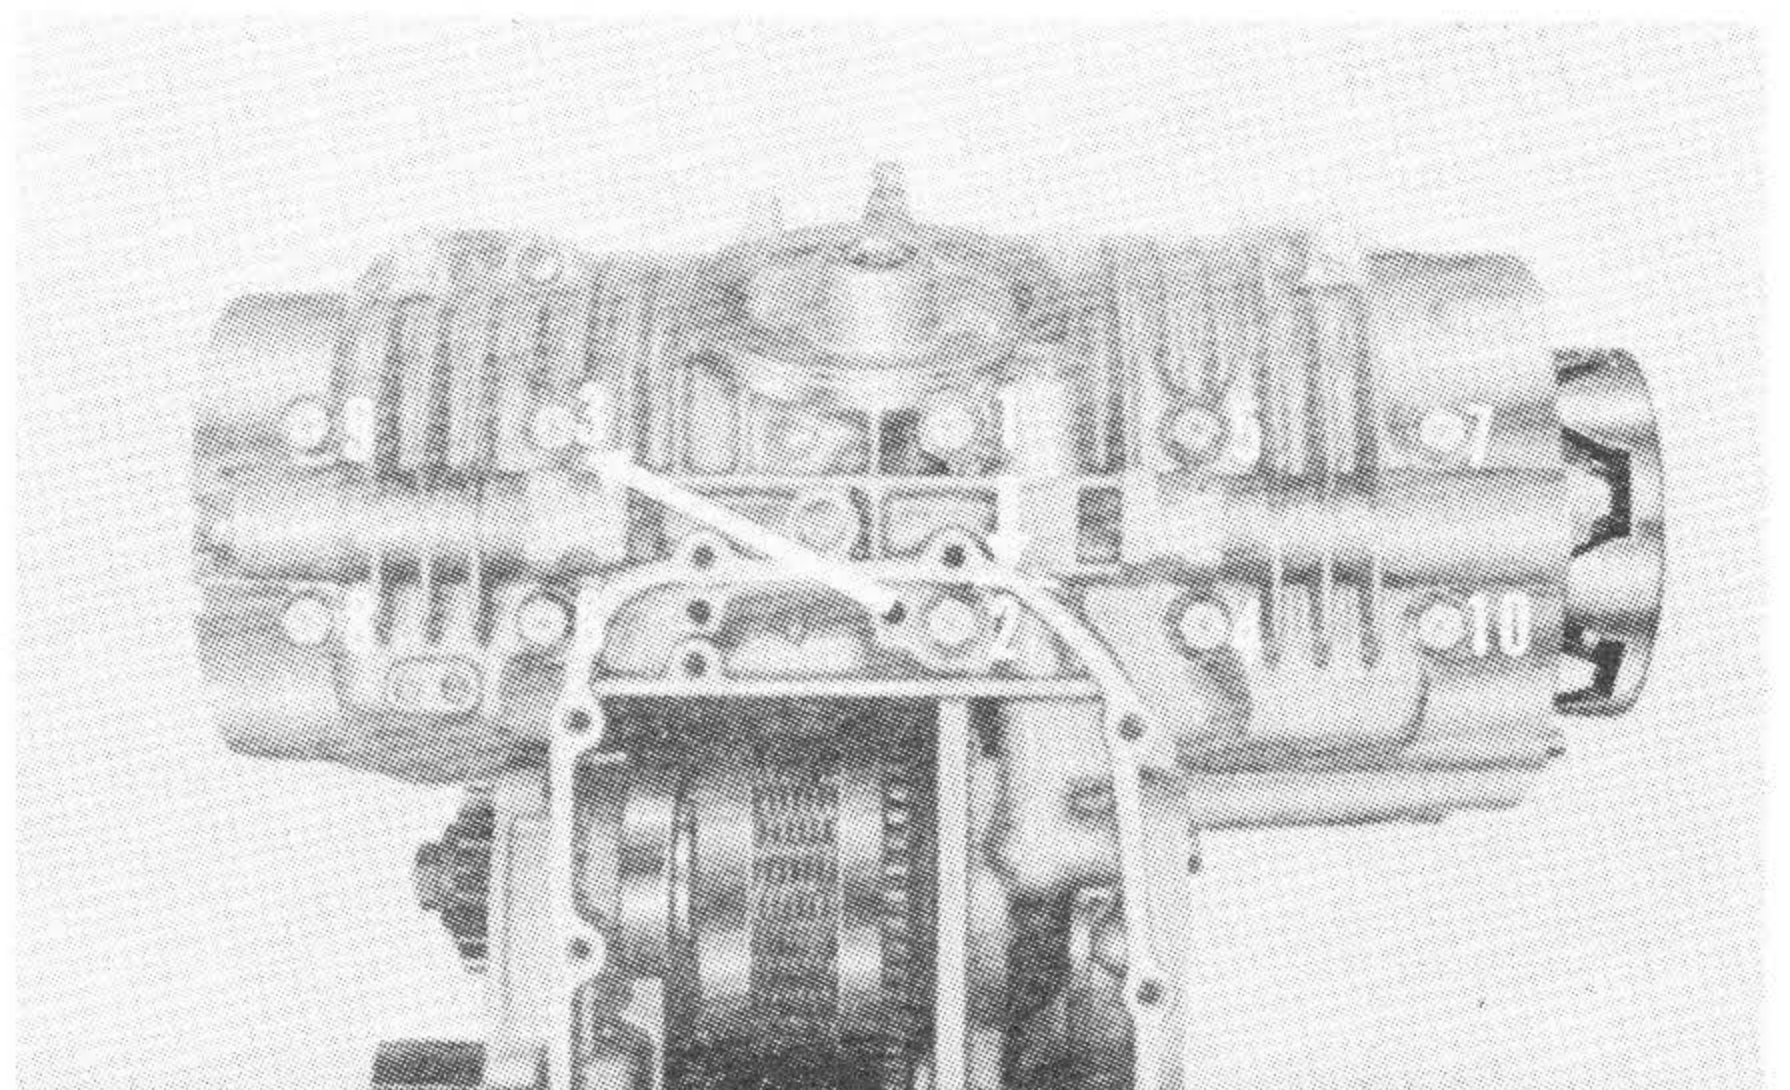

図 81 ロークランクケース締付けボルト締付順序
4. ロークランクケースの UBS ボルト10本は図81に示す順序で締付ける。